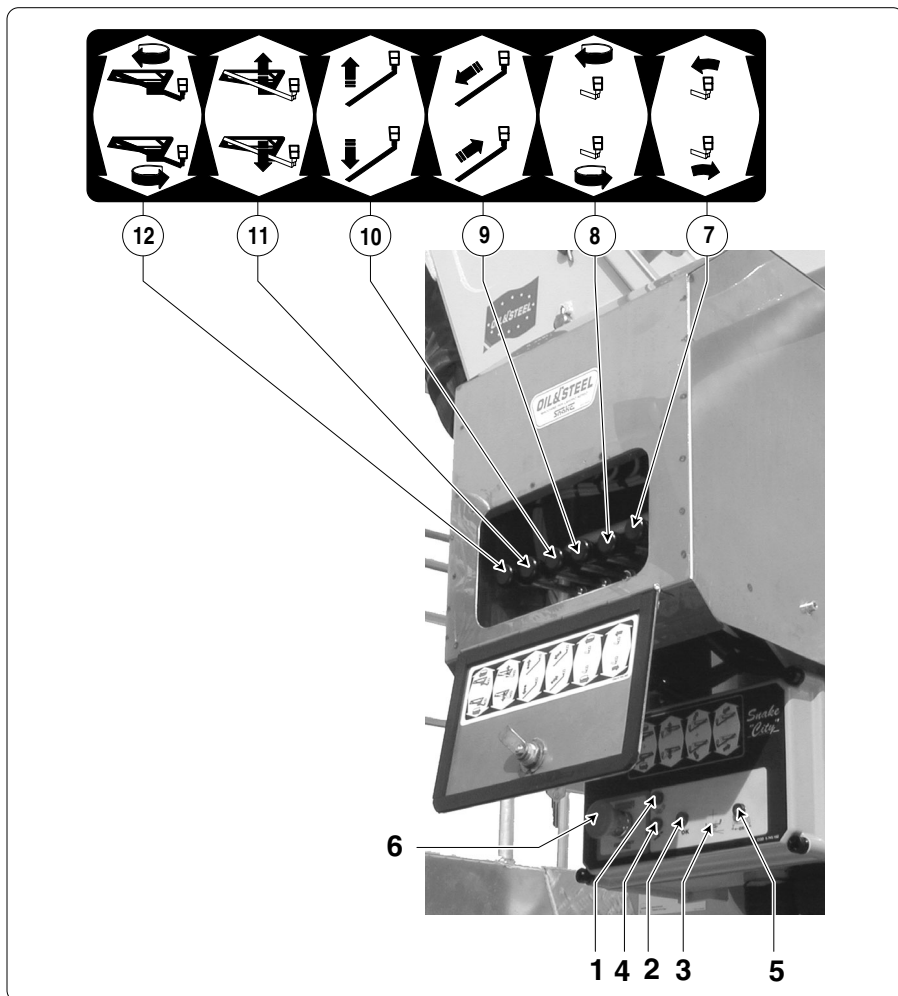

fig. 7.1.5
7.1.4 - Noodbedieningselementen (fig. 7.1.5)